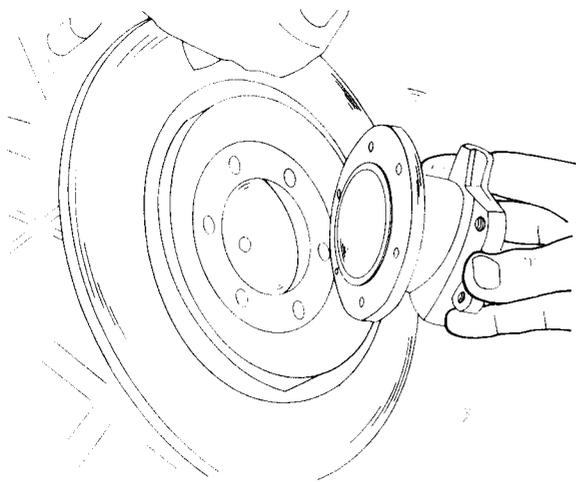

Bild 129
- Die Schrauben des Antriebsflansches für die Achswellen an der Bremsscheibe auf jeder Seite lösen und die Bremsscheiben vom Getriebe abheben (Bild 129).